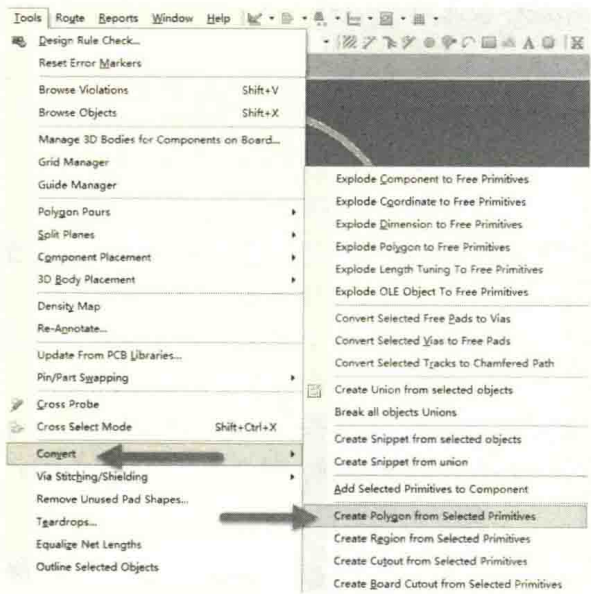
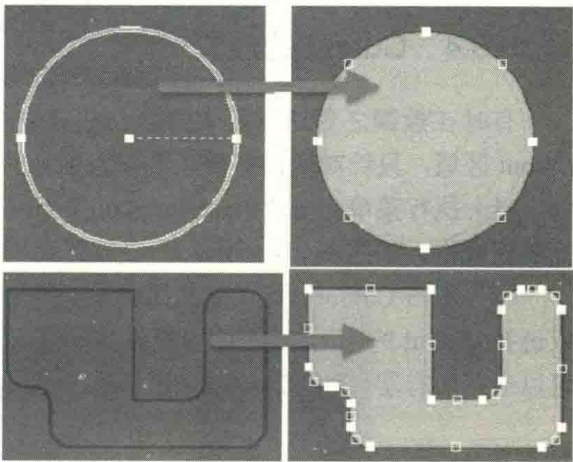

图 9-98 异形敷铜的创建命令
图 9-99 异形敷铜的创建
(1) 选中封闭的异形板框或者区域，例如，选中一个圆形的闭合环。
(2) 执行菜单命令“Tools-Convert-Create Polygon from Selected Primitives”，如图 9-98 所示，即可创建一个圆形的敷铜。
(3) 双击敷铜，可更改敷铜的敷铜模式、网络及层属性。
(4) 采取同样的方式也可以创建其他异形的敷铜，如图 9-99 所示。